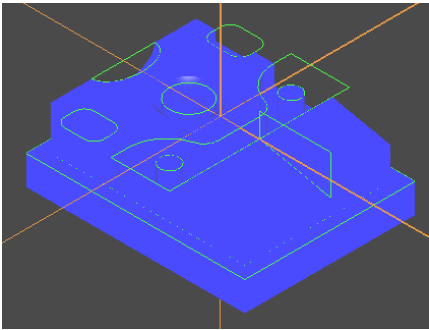

图 3-8 实体建模图
8) 单击“实体”“下一页”“基本实体”“圆球”，单击“半径”，输入：15，基准点：X-13Y0Z10，作出圆球，回上层功能，单击“布尔运算”“切割”，选择目标主体“整个实体”，工件实体选择“圆球”，单击“执行”。实体建模效果如图 3-8 所示。